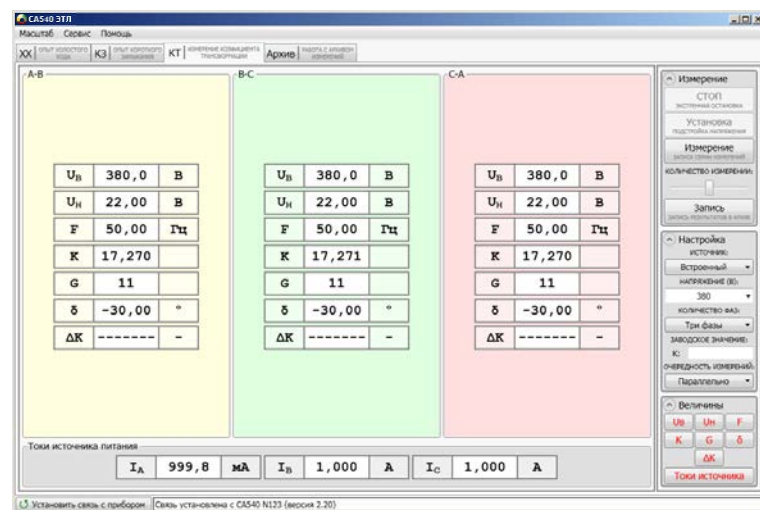

Рисунок 7.20
12) Выполнить измерение, для чего щелкнуть по кнопке . На экране в таблицах "A-B", "B-C", "C-A" появятся результаты измерений (рисунок 7.20).
7) Включить режим установки напряжения внешнего источника, для чего щелкнуть по кнопке  в поле "Измерение" (рисунок 7.20).